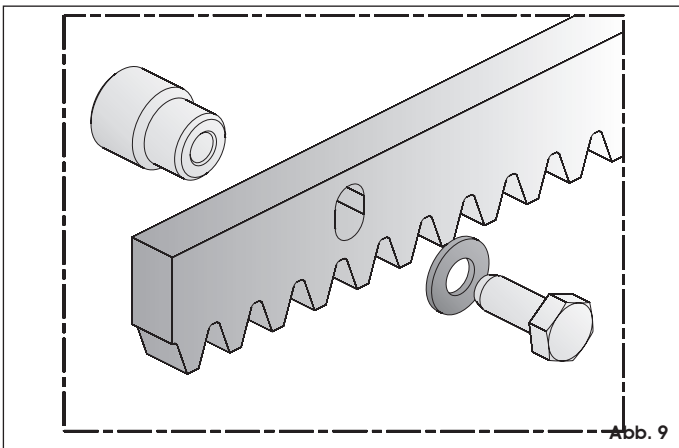

Abb. 9
1. Die Zahnstange (auf Anfrage lieferbar) mit den Sechskantschrauben 8 x 25 und den zu verschweißenden mitgelieferten Distanzstücken laut Abb. 9 einrichten. Um die Verschweißung am Tor zu vermeiden, sind verzinkte Passstücke mit Sechskantbefestigungsschrauben 8 x 50 erhältlich.